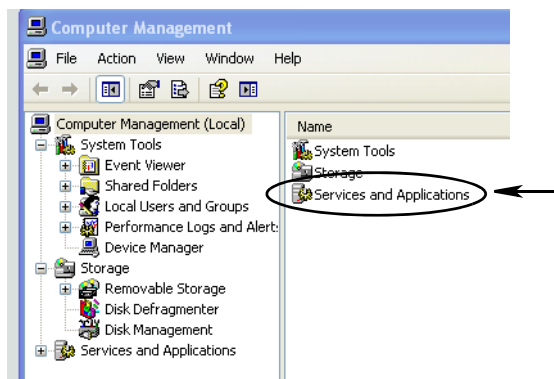

FIG. 54
- b. Double-cliquez sur Services et Applications (FIG. 54).